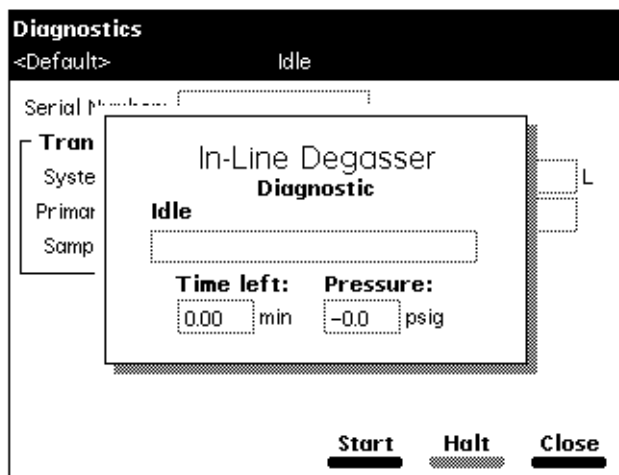

图 8-18 脱气器诊断屏幕
1. 选择 Other Diagnostics（其它诊断）屏幕中的 **Degasser（脱气器）**，然后按 **OK（确定）**。出现在线 Degasser Test（脱气器测试）屏幕（图 8-18）。